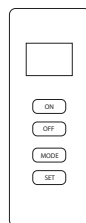

Fig. 21 - Control remoto
7. Mantenga presiona la perilla de control durante (30) segundos después de que el piloto se encienda. Suelte la perilla de control.
- Si el piloto se apaga, repita los pasos 3 a 7. Espere (1) minuto antes de intentar encender el piloto nuevamente. Si el piloto se apaga tras varios intentos, gire la perilla de control de gas en dirección de las manecillas ↻ del reloj hasta la posición de apagado y llame a un técnico de servicio calificado.
9. Para usar el control remoto termostático incluido, coloque el interruptor del receptor en la posición "REMOTE" (control remoto) (consulte la Fig. 21). Presione el botón de encendido para encender el control remoto que enciende el quemador principal. Consulte el manual de instrucciones del control remoto en la siguiente página para conocer las funciones "MODE" (modo) y "SET" (establecer).